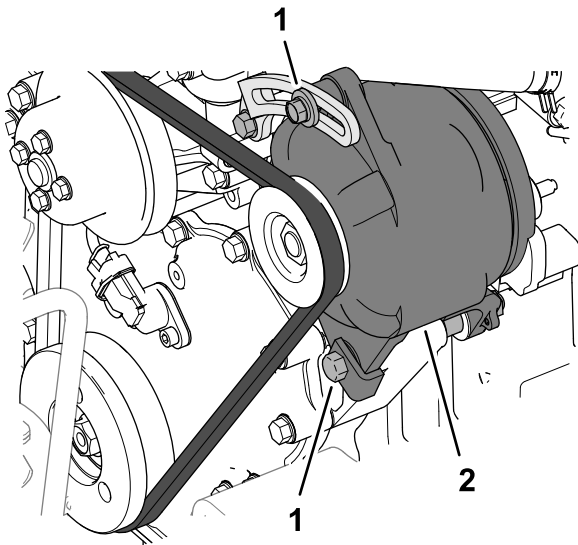

Figura 100
Verifique o estado e a tensão das correias (Figura 100) após cada 100 horas de funcionamento.
5. Se a deflexão da correia obtida não for igual a 10 mm, deve desapertar os parafusos de montagem do alternador (Figura 100).